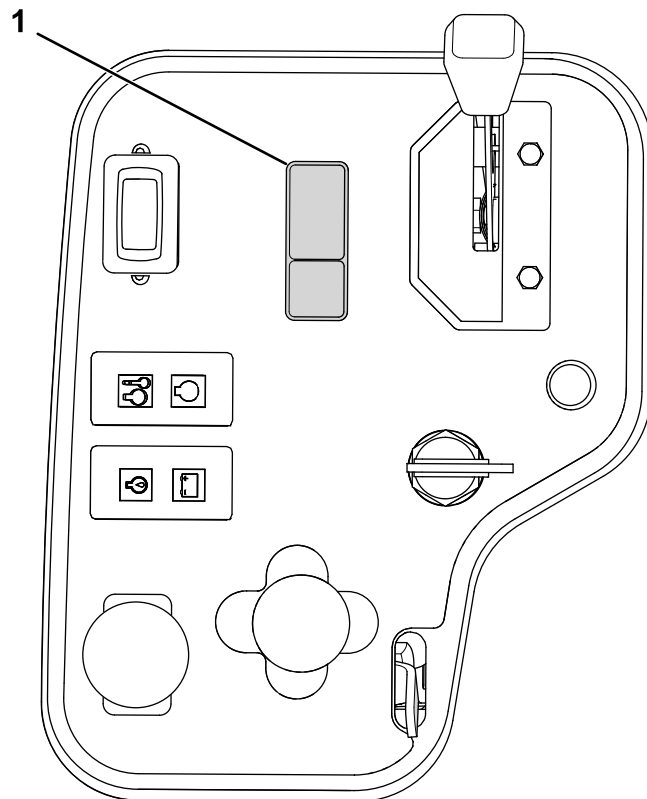

Bild 5
Wenn diese Maschine im europäischen Wirtschaftsraum (CE) verwendet wird, bringen Sie den CE-Warnaufkleber (121-3598) auf dem Bedienfeld an, wie in Bild 5 dargestellt.